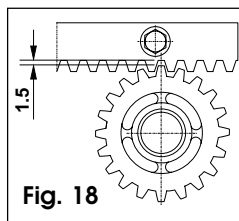

Fig. 18
- Au terme de l'installation de la crémaillère, pour garantir un entraînement fiable avec le pignon, nous conseillons d'abaisser de 1,5 mm environ (Fig. 18) la position du motoréducteur.